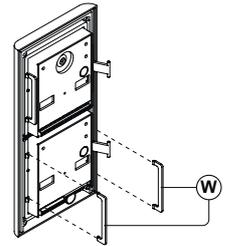

Fig. 8
Installez les butées anti-effraction (W) comme illustré sur la Fig. 8.